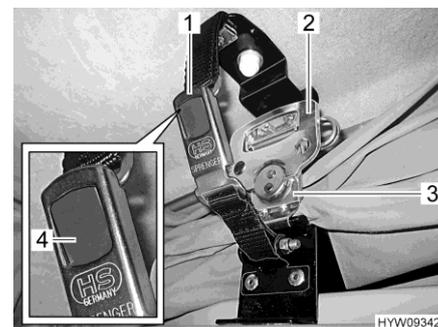

Bild 26 Verriegelung, Aufstelldach Bug (C 500)
- Auf beiden Seiten Schnappschloss (Bild 26,1) öffnen. Dazu grauen Druckknopf (Bild 26,4) drücken.
- Jeweils Griff (Bild 26,2) des Schnellspannverschlusses (Bild 26,3) ausklappen und eine halbe Umdrehung entgegen dem Uhrzeigersinn drehen. Die Verriegelung ist damit gelöst.